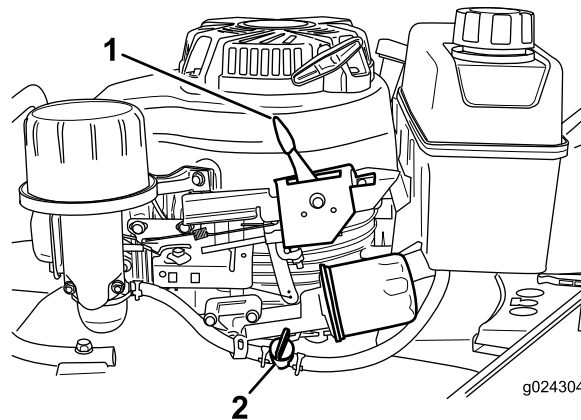

Figura 14
2. Abra a válvula do combustível (Figura 14).
3. Desloque a alavanca de controlo do regulador (Figura 14) para a posição Choke.
Liberte a barra de controlo da lâmina e desloque a alavanca de controlo do acelerador (Figura 14) para a posição Stop.
Nota: Feche a válvula de combustível (Figura 14) se não ligar o motor logo depois.